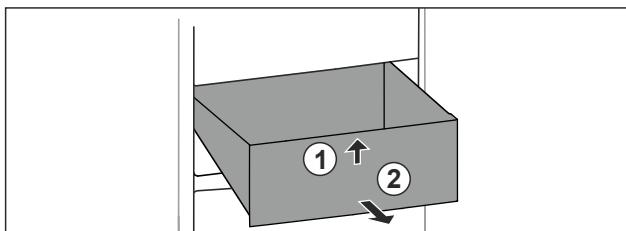

Fig. 26
- Nadvihnite zásuvku vpred. Fig. 26 (1)
- Odoberte zásuvku dopredu. Fig. 26 (2)